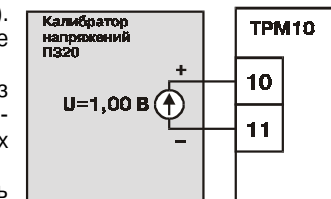

Рис. 7
5.1. Подключить к входу прибора вместо датчика калибратор напряжений П320, соблюдая полярность (рис. 7). Подать питание на прибор и установить на калибраторе выходное напряжение 1,00 В.